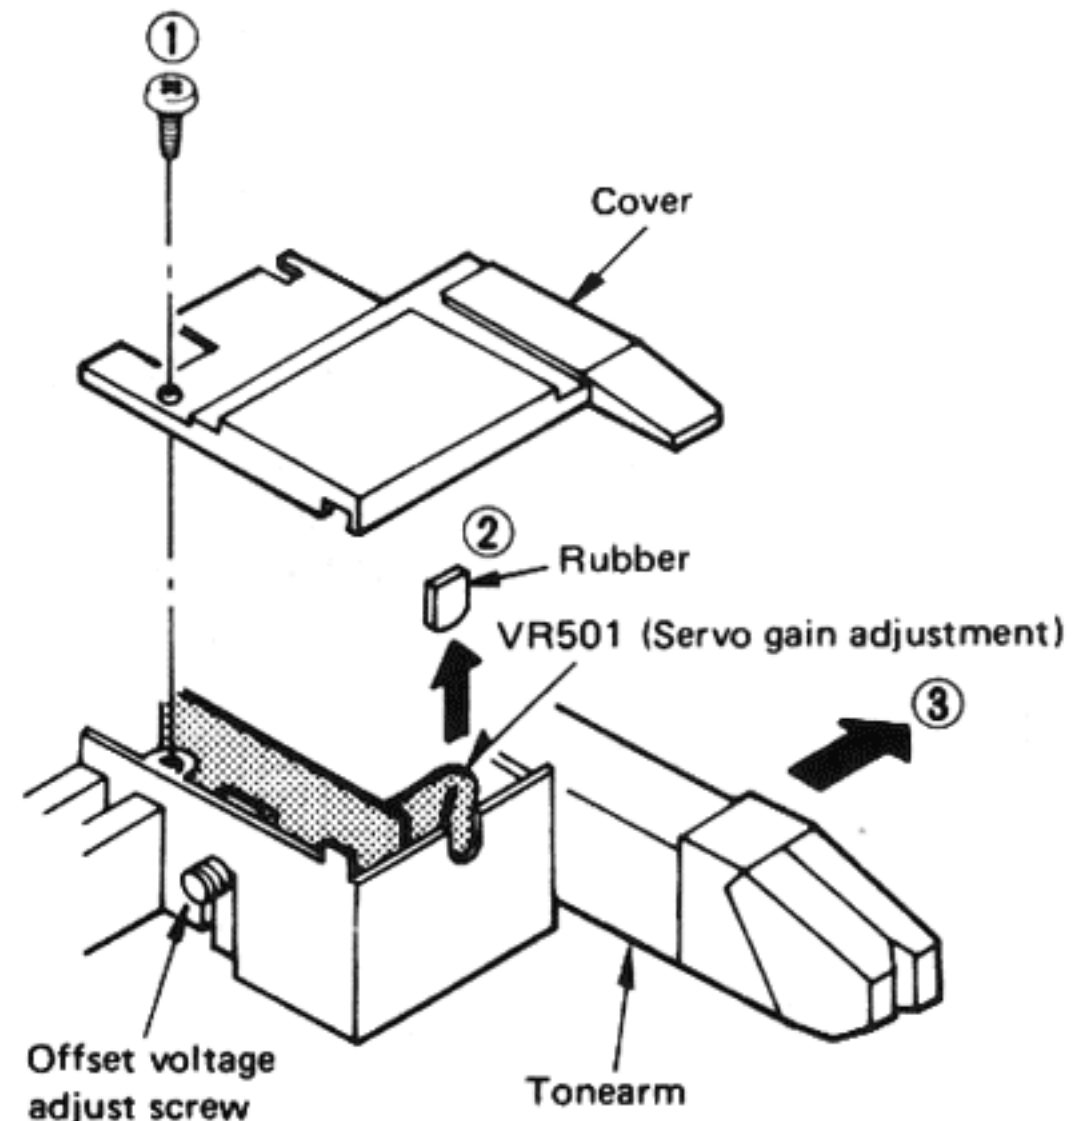

Fig. 4
2. Disassembly the tonearm as in Fig. 4.
2. Den Tonarm so ausbauen, wie in Abb. 4 gezeigt.
2. Démonter le bras de lecture, comme il est montré à la Fig. 4.
2. Desmonte el brazo del fonocaptor como en la Fig. 4.